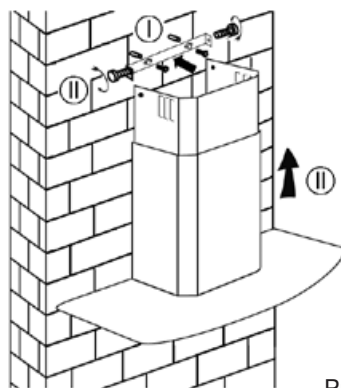

Рис. 9
5. Повесьте корпус вытяжки на опорные точки А и В согласно прилагаемого рисунка (рис. 9). Сделайте разметку 4 отверстий крепления корпуса вытяжки. Сделайте отверстия и закрепите вытяжку на стене.